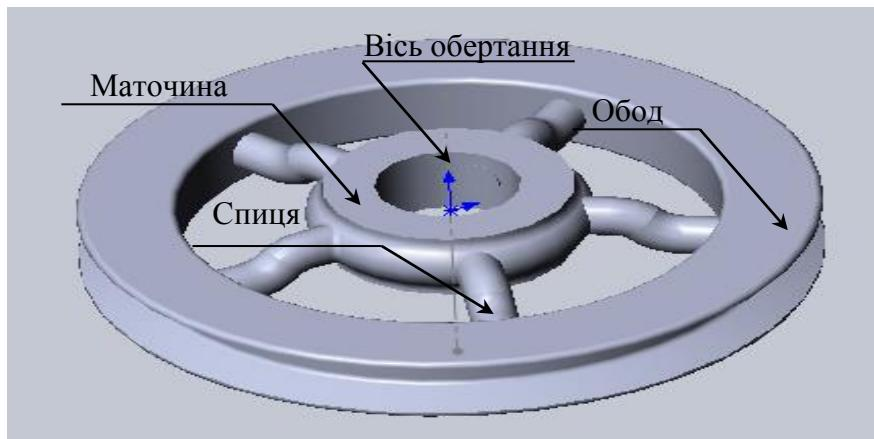

Рис. 6.1
Для створення деталі типу “шків” (рис. 6.1) необхідно освоїти деякі нові інструменти процесу моделювання. До них відносяться:
- **Елементи "поворнути".** Центром деталі (рис. 6.1) є елемент маточина. Цей елемент може буде створений на основі ескізу, який обертається навколо осі обертання.